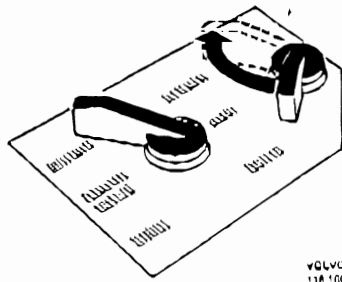

Bild 35. Urkoppling av vinsch
2. Koppla ur vinschen genom att vrida vinschvredet bakom passagerarsätet bakåt, Bild 35.